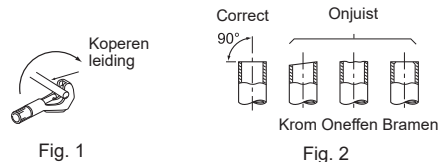

Fig. 1
- De afvoerslang dient voor een goede afvoer omlaag gericht te zijn. (Fig. 1)
- 1) Snijd de koperen leiding op de juiste wijze af met een pijpsnijder. (Fig. 1, 2)